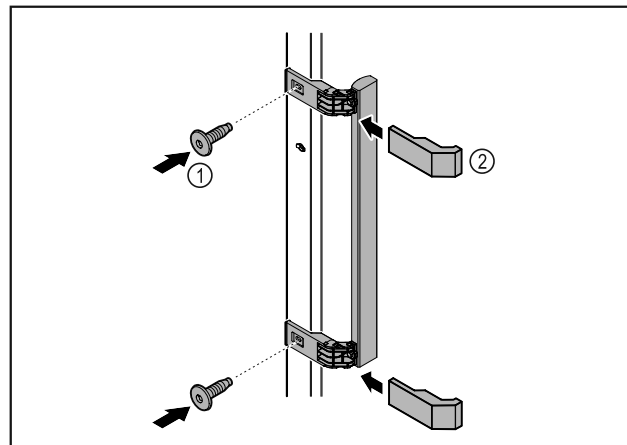

Fig. 3
- ▶ Madlo z příloženého příslušenství upevněte na dveře pomocí příložených šroubů Fig. 3 (1).
- ▶ Nasadte krytky Fig. 3 (2).